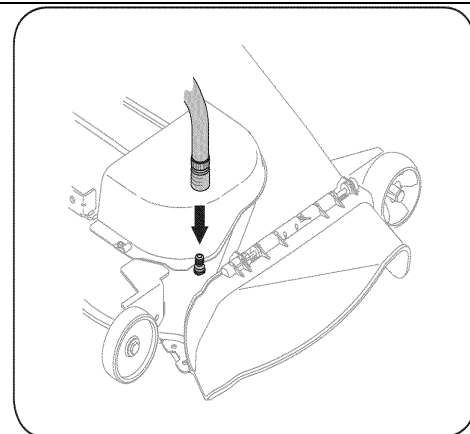

Рис. 24
4. Присоедините переходник к порту деки . См. Рис. 24.